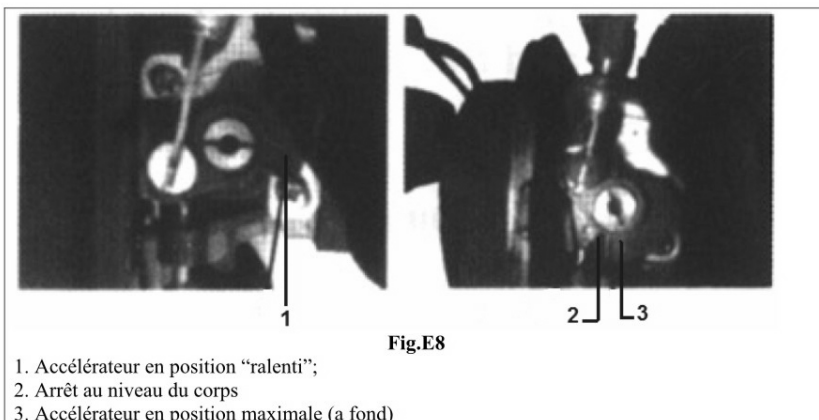

Fig.E8
- Lorsque le câble d'accélérateur est correctement réglé, et lorsque la gâchette d'accélération est appuyée a fond, l'accélérateur s'arrêtera au niveau du corps (Fig.E8)